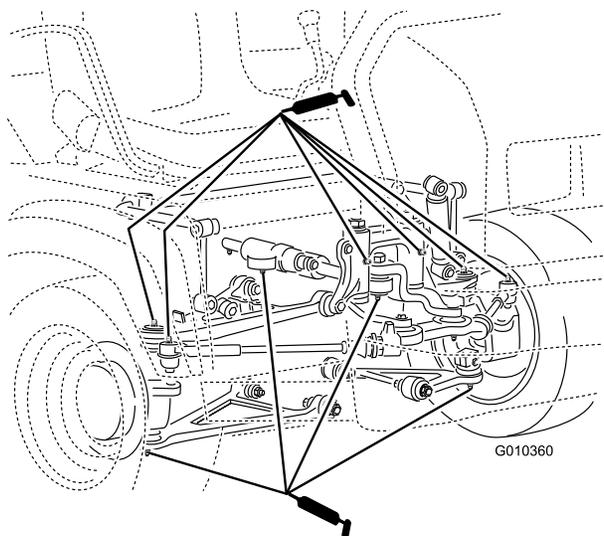

Рисунок 38
- Шаровые опоры (4), тяги (2), шарниры (2) и гидроцилиндр рулевого управления (2) (Рисунок 38)